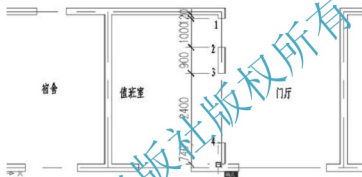

图 3.56 标注值班室内部尺寸
(2) 执行菜单栏中的【标注】|【连续】命令, AutoCAD 自动将连续标注连接到刚刚所标注的 120 尺寸线上。
① 在指定第二条尺寸界线原点或 [放弃(U)/选择(S)]<选择>: 提示下, 捕捉门洞口的左下角点(2处)。
② 在指定第二条尺寸界线原点或 [放弃(U)/选择(S)]<选择>: 提示下, 捕捉窗洞口的左上角点(3处)。
③ 在指定第二条尺寸界线原点或 [放弃(U)/选择(S)]<选择>: 提示下, 捕捉窗洞口的左下角点(4处)。
④ 在指定第二条尺寸界线原点或 [放弃(U)/选择(S)]<选择>: 提示下, 捕捉值班室右下角阴角点, 如图 3.56 所示。